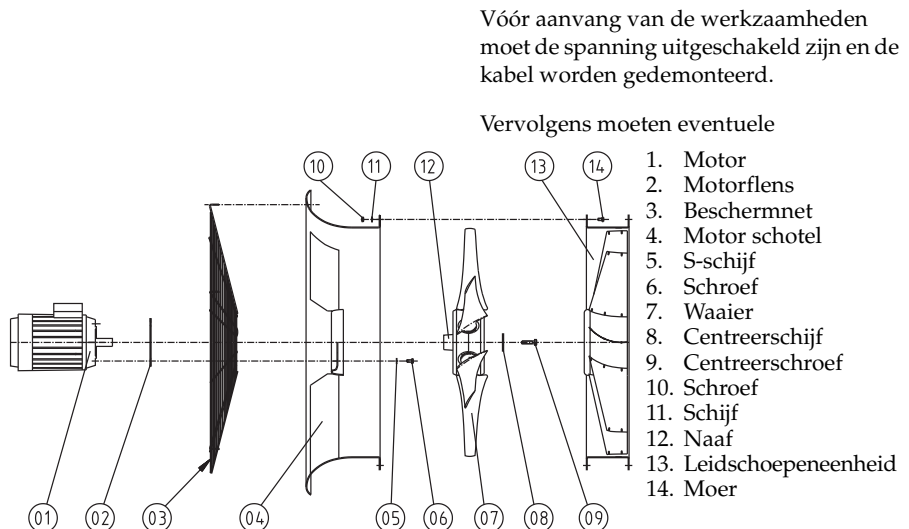

Fig. 8 Demontage/montage van motor type ACG en ACP
kanaalstukken en de leidschoepeneenheid (fig. 8, pos 13, 10, 11 en 14) aan de perszijde van de ventilator gedemonteerd worden.
Na een servicebeurt de motor opnieuw monteren. Let hierbij op dat de tussenflens (fig. 8, pos 02) op de juiste manier geplaatst wordt en dat de motoras concentrisch in het ventilatorhuis zit voordat de bouten (pos. 06) aangedraaid worden.